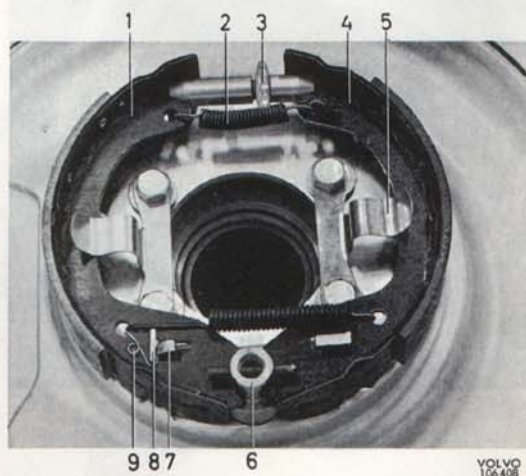

Bild 5-1. Parkeringsbroms
Före hopsättningen kontrolleras att brickan (8 bild 5-1) och fjädern (9) sitter på plats i primärbacken. Se i övrigt bild 5-1 och 5-5.